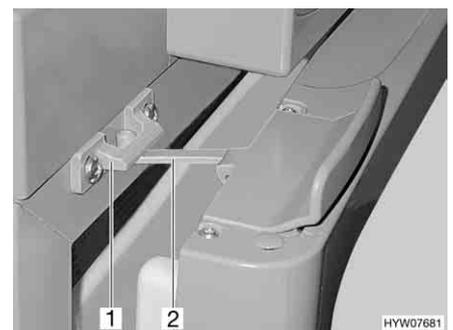

Fig. 193 Porta del frigorifero in posizione di ricircolo d'aria (Thetford)
- Aprire il bloccaggio (Fig. 193,2) e innestarlo nella sede di bloccaggio (Fig. 193,1). In questo modo la porta del frigorifero rimane ferma in posizione socchiusa.